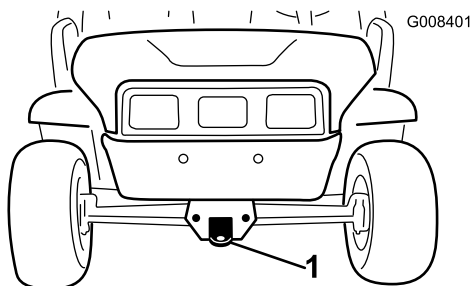
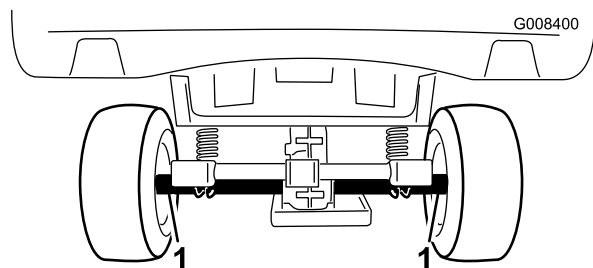

Figura 19
Figura 20
Em distâncias longas, transporte o veículo num atrelado. Verifique se o veículo se encontra bem preso ao atrelado. Consulte a Figura 19 e a Figura 20 para localizar os pontos de fixação do veículo.
2. Ate um cabo de reboque ao garfo, na parte dianteira do chassis da máquina (Figura 19).